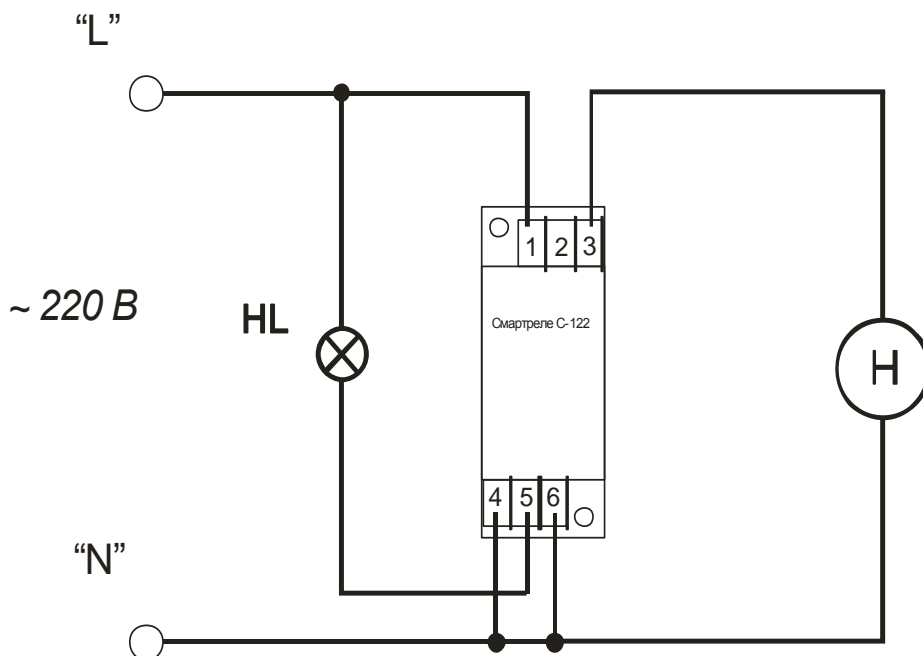
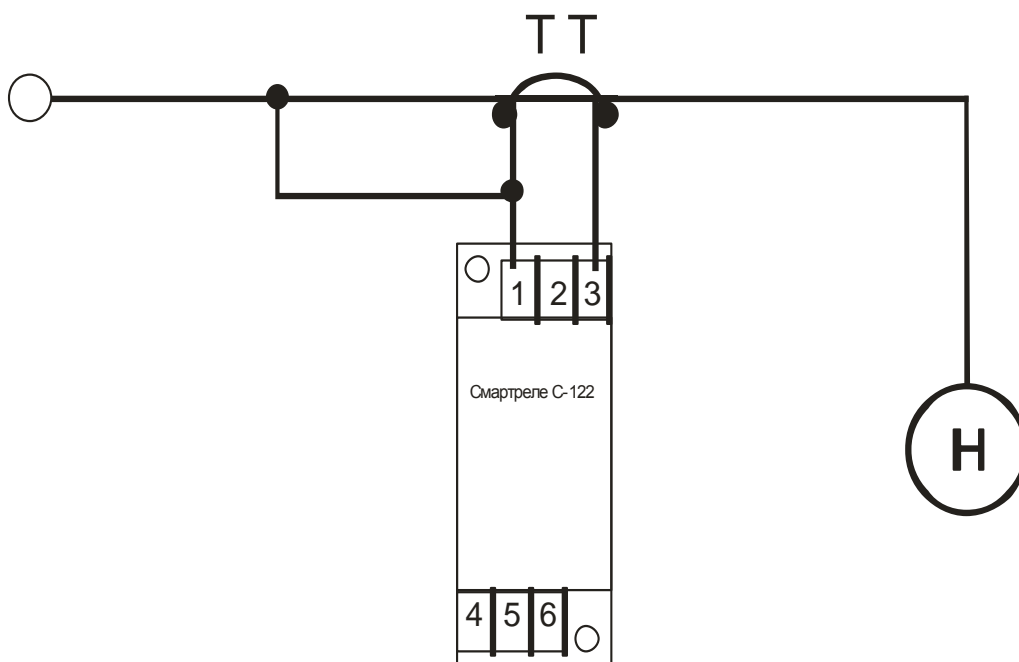

Рисунок 2 - схема прямого включения реле в контролируемую сеть при номинальном токе нагрузки  $I_n \leq 3 \text{ A}$
Рисунок 3 - включение реле через трансформатор тока ТТ при токе нагрузки  $I_n > 3 \text{ A}$
5.2 Схема включения реле в контролируемую сеть показана на рис. 2, рис. 3.
5.6 Максимальный ток нагрузки реле может быть увеличен путем подключения дополнительного трансформатора тока (рис. 3).
7.2 Подключение реле производится в соответствии со схемой, приведенной на рис.2 или рис 3.